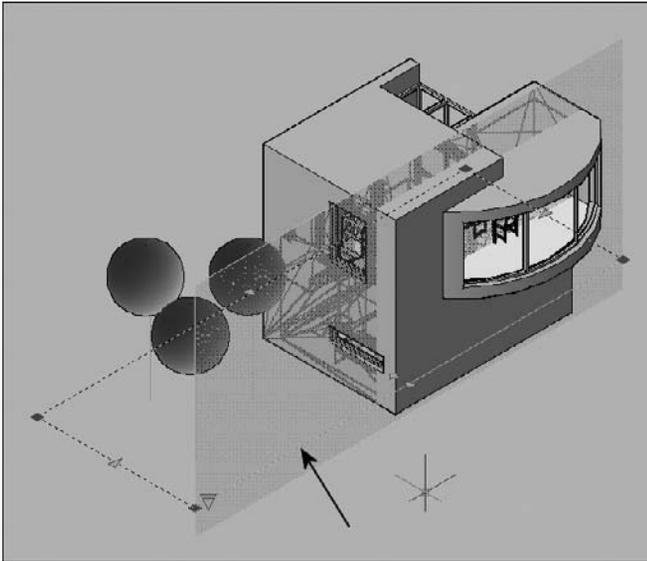

Fig.21.16
- 1 Sélectionnez l'objet de coupe. Cliquez avec le bouton droit de la souris sur la ligne de coupe, puis choisissez **Générer une coupe 2D/3D** (Generate 2D/3D section) (fig.21.16).